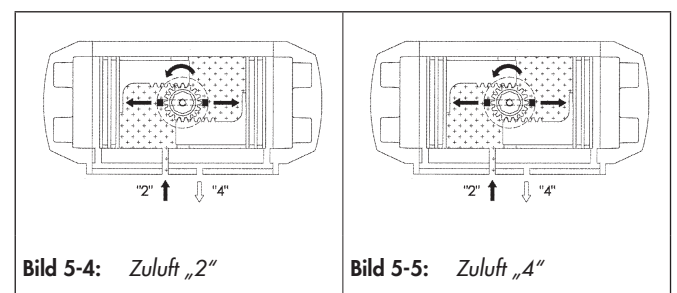

Bild 5-4: Zuluft „2“
- Zuluft auf Anschluss „2“ bewegt die Kolben in Richtung der Endlagen, vgl. Bild 5-4. Abluft über Anschluss „4“, eine Drehrichtung im Uhrzeigersinn ist vorausgesetzt.